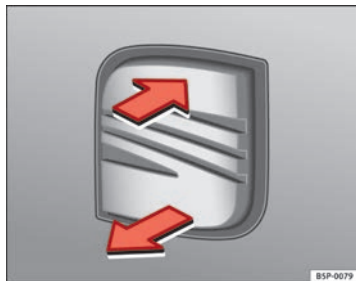

Fig. 75 Maletero: apertura desde fuera
- Tire de la maneta ⇒ fig. 75 y levante el portón trasero al mismo tiempo.